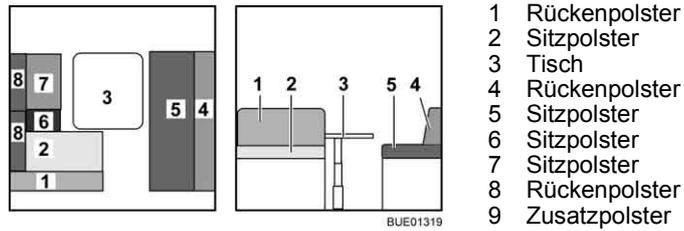

Bild 139 Vor dem Umbau
- Tisch (Bild 139,3) zum Bettunterbau umbauen (siehe Abschnitt 6.10).
- Die Rückenpolster (Bild 139,1 und 8) abnehmen und beiseite legen.